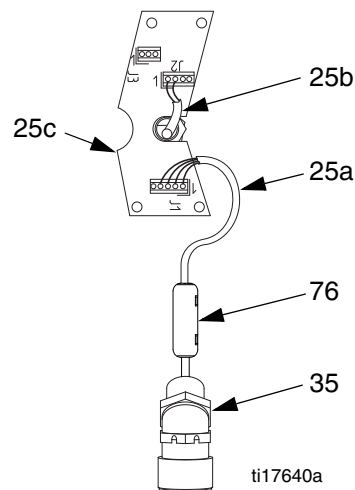

FIG. 27. Kabelanslutningar till kretskort
- a. Se FIG. 27. Koppla loss omvandlarkabeln (25a) från J1 på kretskortet (25c). Ta bort och behåll ferriten (76).
- c. Koppla bort fältkabel till IS-krets från J2 och J3 på kretskortet samt från de två kopplingsplintarna (46). Koppla bort positioneringssensorns kablar från de två kopplingsplintarna. Behåll kopplingsplintarna.
- e. Skruva bort de ledande dragavlastarna (74a och 35) från växelhuset. Dra ut den 45°-iga dragavlastaren (35) och omvandlarröret ur huset. Koppla inte bort omvandlaren från den utgående porten (P).
- f. Koppla bort positioneringssensorn och anslutande delar från växelhuset (1). Se sidan 22. Var noga med att ta bort positioneringssensorns adapter (78). Behåll dessa delar.
11. Skruva loss låsmuttrarna (15) från dragstängerna (3). Ta bort hela vätskesektionen. Skruva loss dragstängerna (3) från växelhuset.